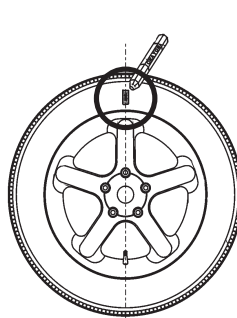

Figure 36
- Después del lanzamiento de medida gire la rueda según el indicador de dirección y haga una marca (con yeso) en el lado derecho del neumático exactamente en perpendicular sobre el eje (Fig. 36).